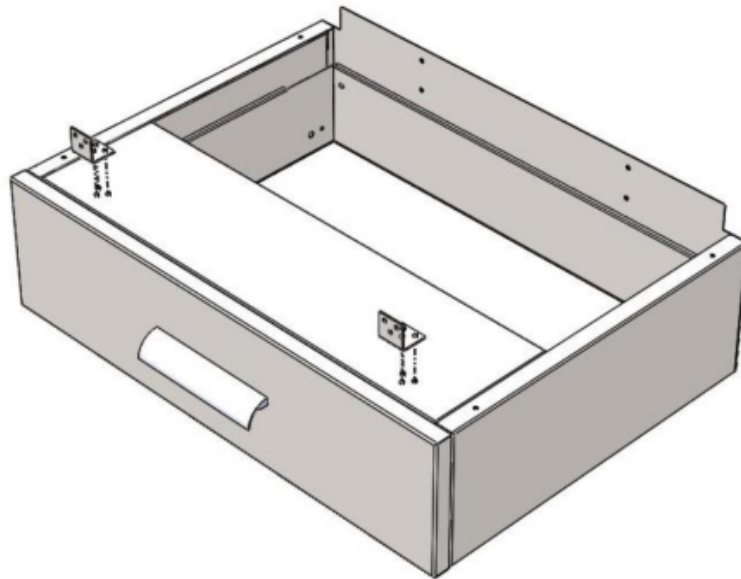

Рис. 1. Установка уголков на ящик
- 6.1. Для корпуса – сталь: закрепить уголки 30x30x30 на передней верхней панели ящика с помощью винтов М4х12, шайб 4 и гаек М4 (Рис. 1);